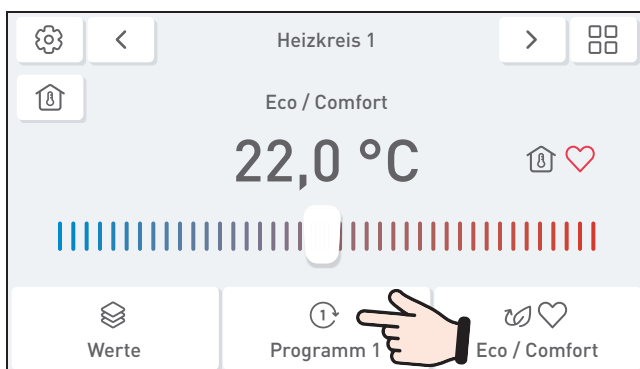
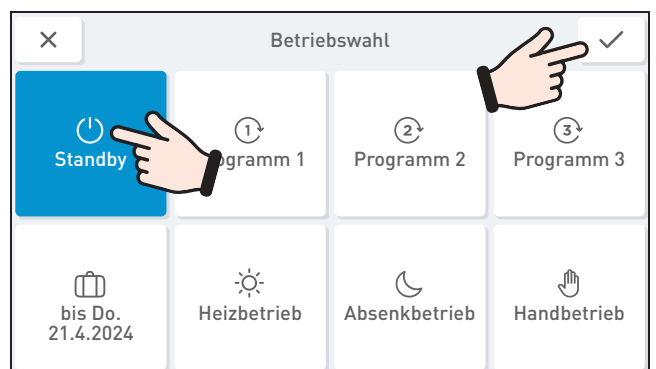

Fig. 17
Fig. 18
- ▶ Betriebswahl-Taste drücken (Fig. 17) und „Standby“  auswählen und bestätigen ✓ – Fig. 18.